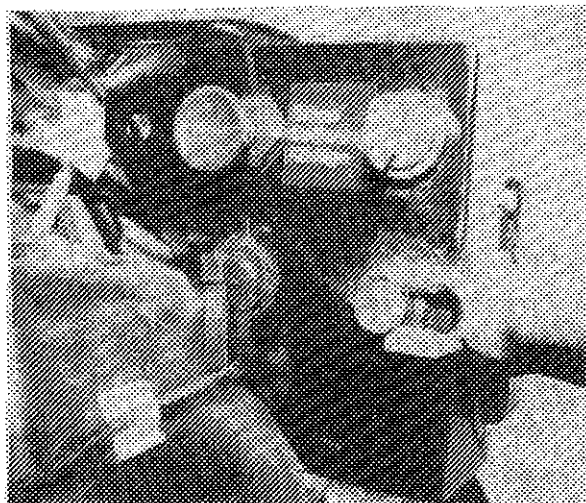

Bild 3
5. Kontrollera nödstoppens funktion (motorn skall stanna när nödstoppsklykan rycks bort). (bild 3)